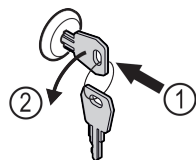

Fig. 130
- ▶ Sleutel erin duwen. Fig. 130 (1)
- ▶ Sleutel 90° linksom draaien. Fig. 130 (2)